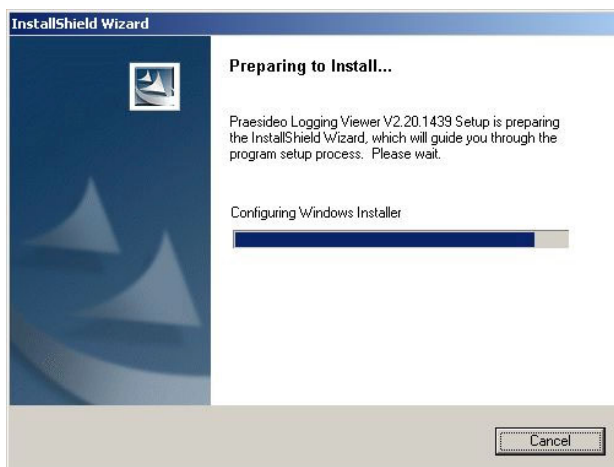

Abbildung 57.1: Logging viewer Setup
- 3 Klicken Sie auf der Schaltfläche *Open*, um das Setup-Programm des *Logging Viewer* zu starten. Es wird ein Bildschirm angezeigt, der Abbildung 57.1 ähnelt.